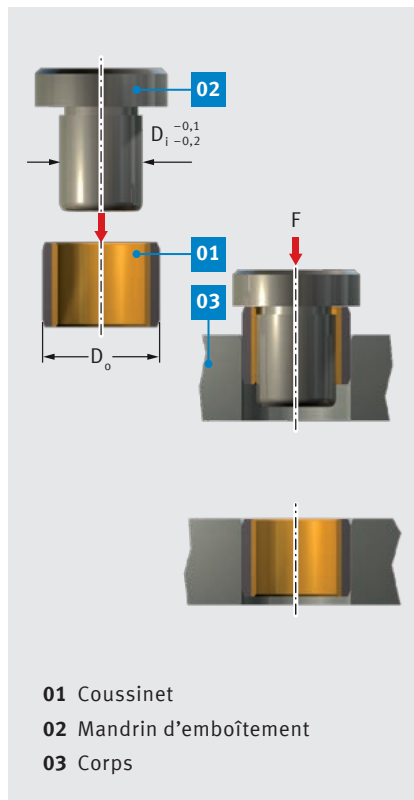

Fig. 52 : Emboîtement affleurant  $D_o \leq 55$  mm
- emboîtement affleurant avec mandrin, sans bague auxiliaire, Fig. 52